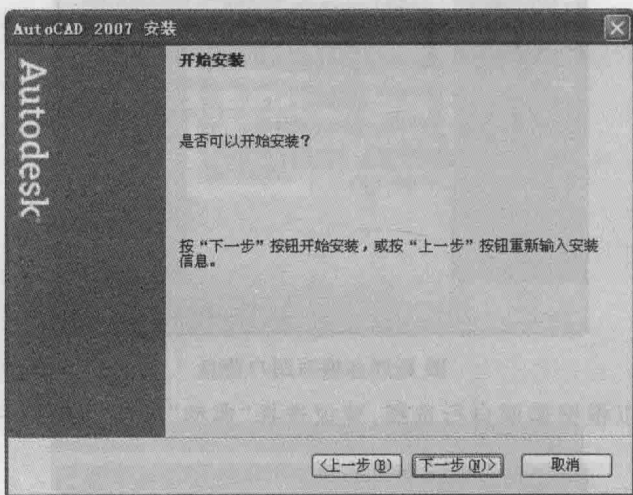

图 1-9 安装界面
(6) 此时进入默认安装路径界面,也可以根据需要在磁盘中自行选择安装路径,单击“下一步”,进入安装界面,如图 1-9 所示。